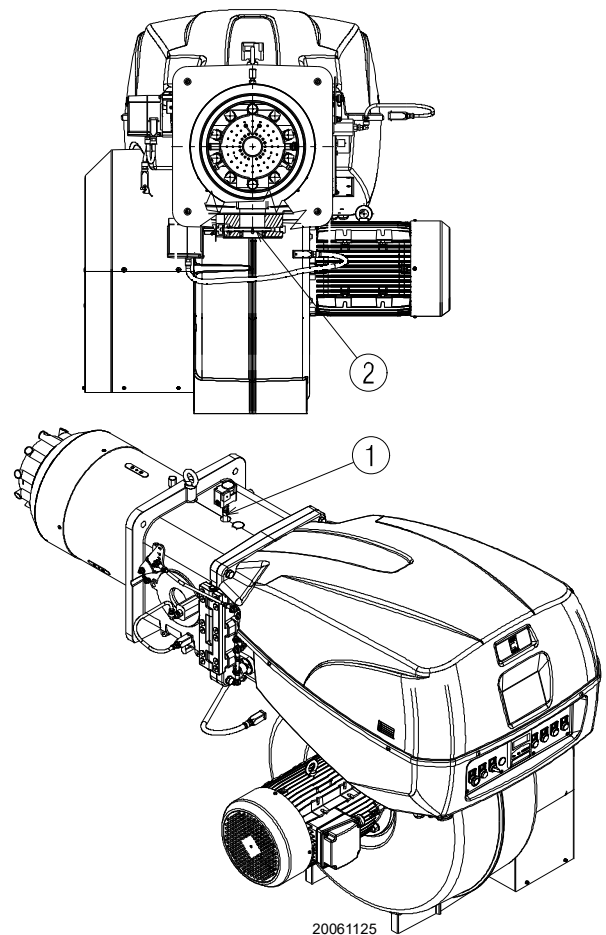

Abb. 19
Gasdruck, an der Entnahmestelle 1)(Abb. 19) gemessen mit:
Strömungsverlust Gasdrossel 2)(Abb. 19) bei maximaler Öffnung: 90°.
- Ziehen Sie vom Gasdruck am Anschluss 1)(Abb. 19) den Druck in der Brennkammer ab.
Gasdruck an der Entnahmestelle 1)(Abb. 19) = 59,2 mbar
Um stattdessen den an der Entnahmestelle 1) notwendigen Gasdruck zu ermitteln (Abb. 19), nachdem die höchste Modulationsleistung festgelegt wurde, bei der der Brenner arbeiten soll:
- Lesen Sie rechts, in Spalte 1, den Druck an der Entnahmestelle 1)(Abb. 19) ab.
An der Entnahmestelle 1)(Abb. 19) erforderlicher Druck.